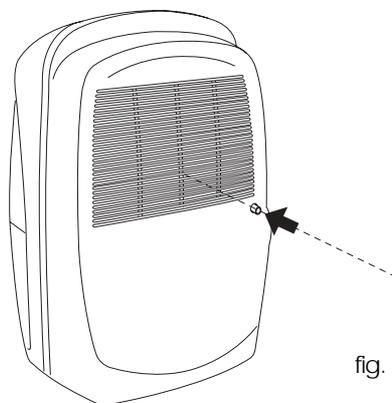

fig. 2
- 1) Perfure o reservatório no interior do bico utilizando um berbequim com broca fina de 6 mm. (Fig. 2).